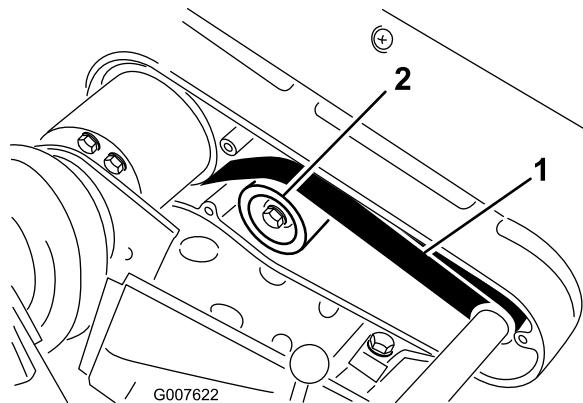

Figura 32
2. Compruebe la tensión presionando la correa en el punto intermedio entre las poleas (Figura 32) con una fuerza de 2,3 a 2,7 kg. La correa debe desviarse 6,4 mm.
- A. Afloje la tuerca de montaje de la polea tensora y píven la polea tensora en el sentido de las agujas del reloj contra la parte trasera de la correa, hasta obtener la tensión deseada (Figura 32).